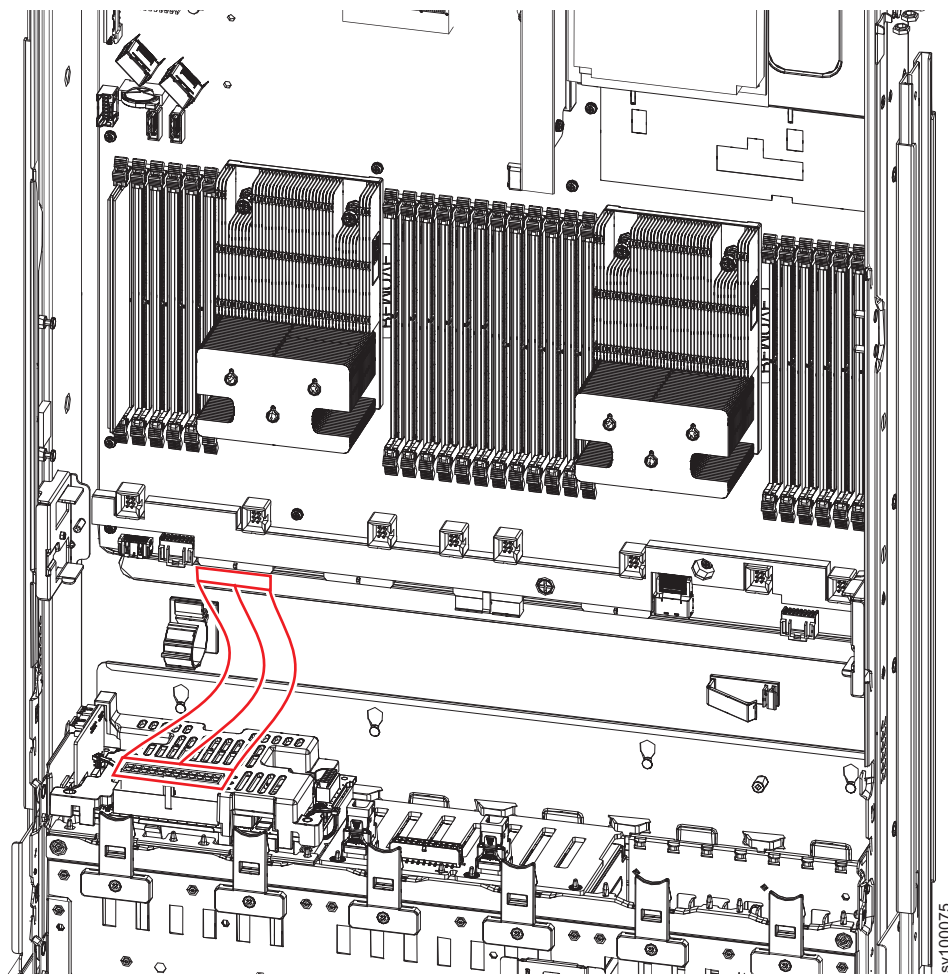

Figura 111. Cabo de energia do painel traseiro de bateria do 2145-SV1
5. Conecte o cabo de energia do painel traseiro de bateria à placa-mãe, se necessário, conforme mostrado em Figura 111 na página 134.